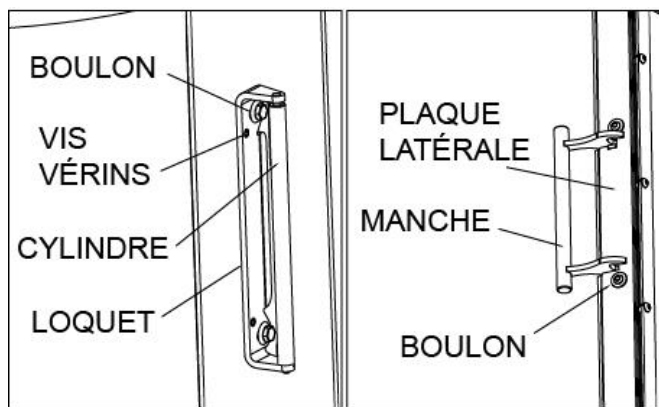

Figure 14 / Figure 15
6. D'abord, ajustez la joint comme nécessaire. Pour ce faire, placez-la uniformément encore une fois. Si cette méthode ne marche pas, ajustez le mécanisme du fermoir (voyez en bas et Fig. 14 et Fig. 15) pour qu'il applique plus de pression quand la porte est fermée. Gardez la
2. Desserrez les boulons, ajustez les vérins, ou utilisez une combinaison des deux pour déplacer l'assemblage du fermoir et pour appliquez de plus ou de moins de pression pour fermer la joint (Voyez Fig. 14).